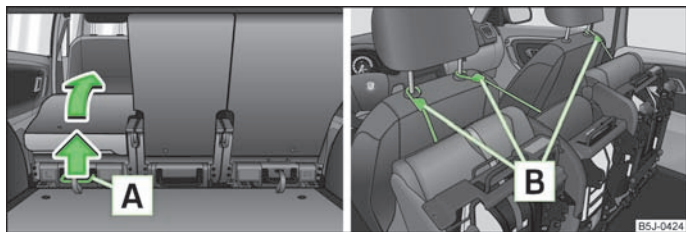

Fig. 38 Abatir completamente el asiento hacia adelante/bloquear el asiento abatido
- Tirar de la palanca » fig. 38 hacia arriba y abatir después el asiento completamente hacia delante.
- Tirar de la palanca **A** » fig. 38 hacia arriba y abatir el asiento completamente hacia delante.
- Bloquear el asiento abatido con ayuda del cinturón de fijación **B** en una barra guía del reposacabezas del asiento delantero » fig. 38.